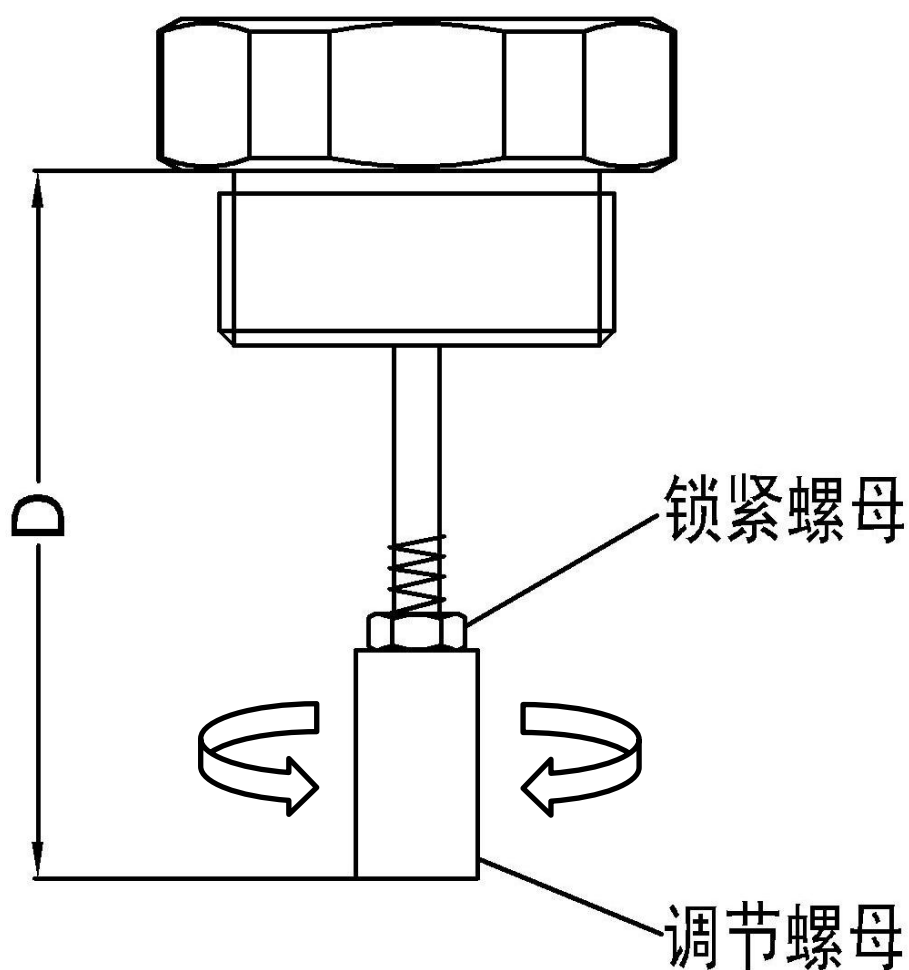

图6. 位移传感器调节和测量
3. 调节位移传感器的调节螺母,然后在位移传感器完全松开状态下用**深度尺**测量 D 值 (图 6 中标注所示)。计算压缩量 $L1 = D - C1$, $L2 = D - C2$ 。建议尽可能使 L1 和 L2 的值在表 1 所示的参考范围内。如果 L1 或 L2 的值无法满足在表 1 所示的参考范围内,则可根据实际情况调节 D 值。